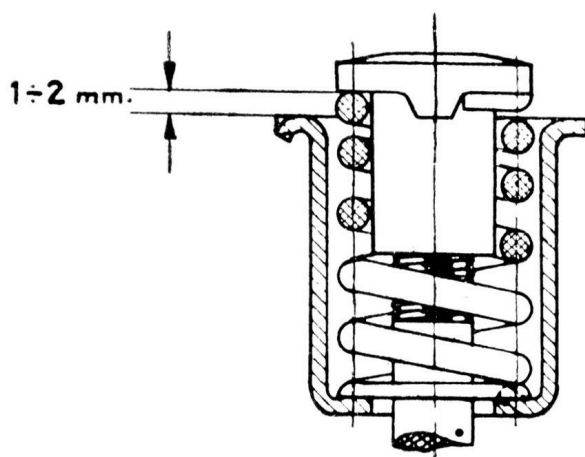

Fig. 9 - Particolare dadi e molle della frizione
sia, onde evitare una rapida usura delle parti che compongono la frizione. Il cavo bowden non deve essere nè in tiro nè con gioco su questa leva; la sua regolazione si fa con il tendiguaine che si trova sul carter sinistro alla base del cilindro. Se, dopo che il comando della frizione è stato regolato, la frizione slitta ancora, si dovranno regolare le molle mediante i dadi (3) di cui il particolare alla **fig. 9**. Operazione questa da far effettuare in officina.